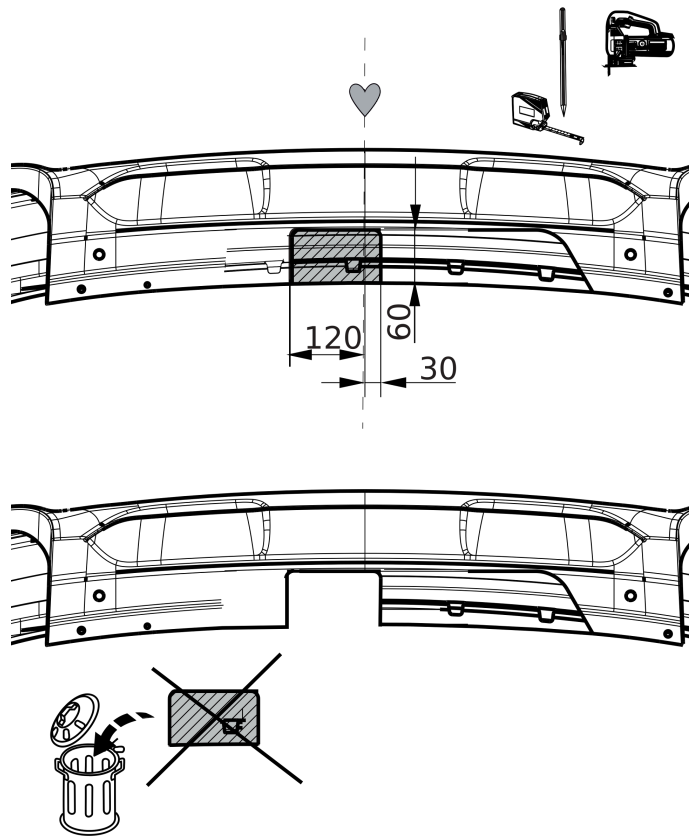

Fig. 3
8. Выпилить обозначенную часть, как указано на рис. 3 & 4.